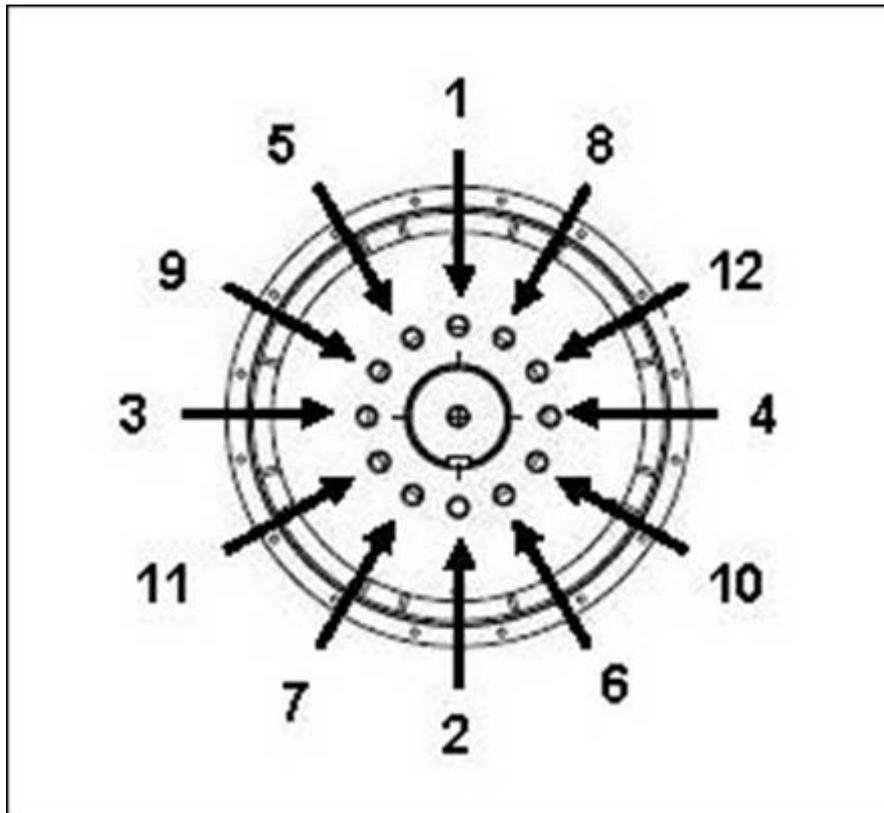

FIGURA 13. SEQUÊNCIA DE FIXAÇÃO NO CUBO
4. Se necessário, aperte os parafusos dos discos de acoplamento de acordo com a sequência ilustrada em Figura 13 na página 28.